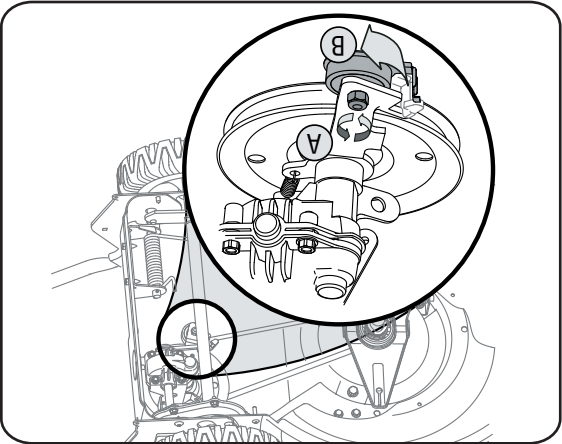

Figure 15
9. Inclinez la transmission vers l'avant et desserrez le boulon de la poulie de tension et le contre-écrou d'un demi-tour en utilisant deux clés de 7/16 po. Voir la Figure 15.